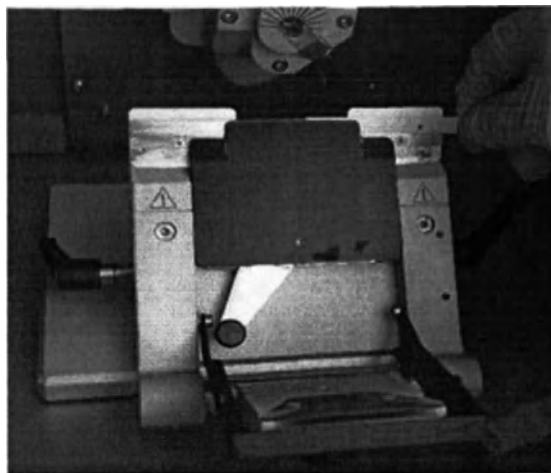

Рисунок 8.52
- b. Проведите свободный конец лезвия под щелью между задней планкой и зажимной планкой (Рисунок 8.52 для низкопрофильных лезвий).